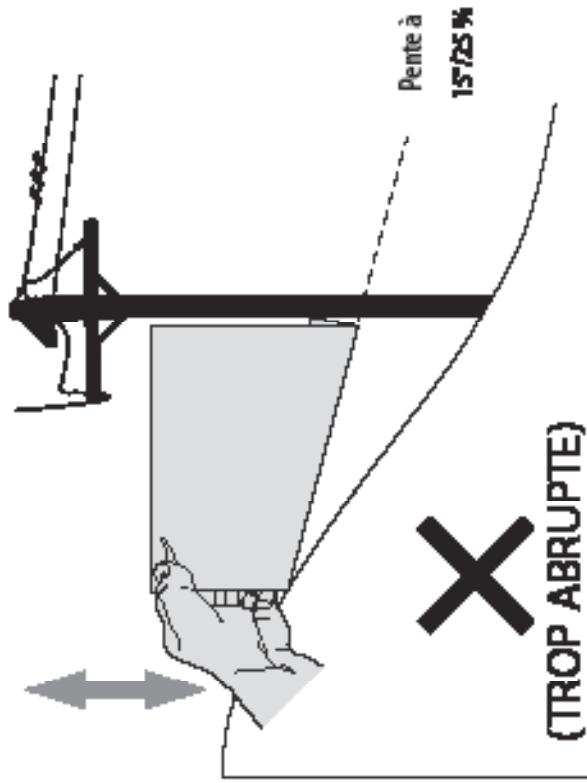

Figure 2
5. Si vous ressentez l'angle raide, la machine trop raide pour y travailler en toute sécurité. Voir la Figure 2 ci-dessous.